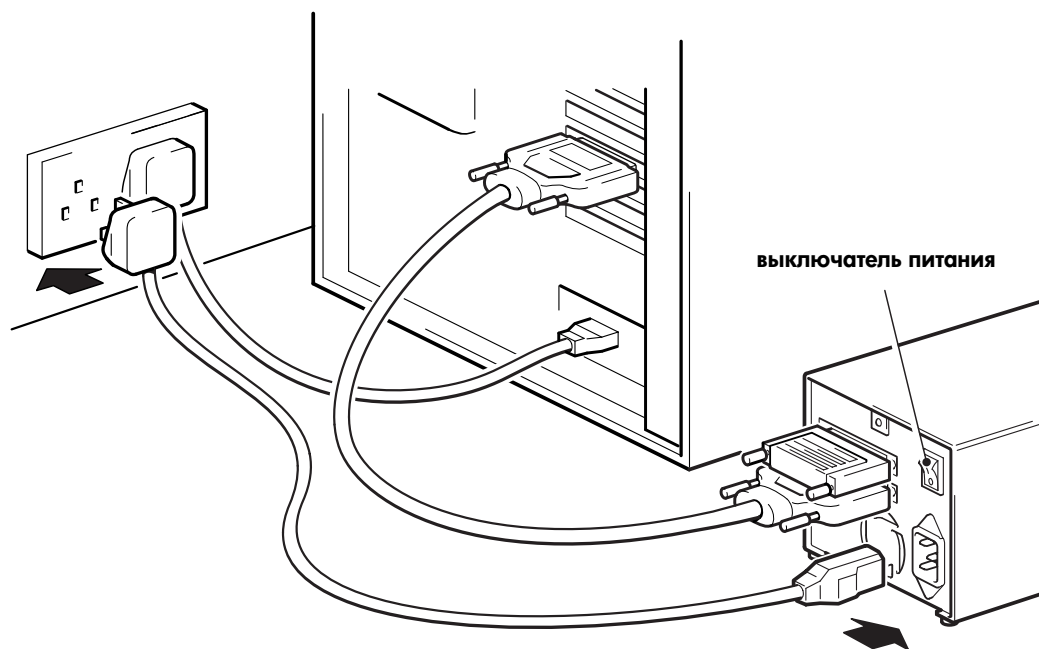

Рис. 6. Подключение кабеля питания
- 2** Надежно подсоедините кабель питания к разъему сзади стримера (см. Рис. 6).